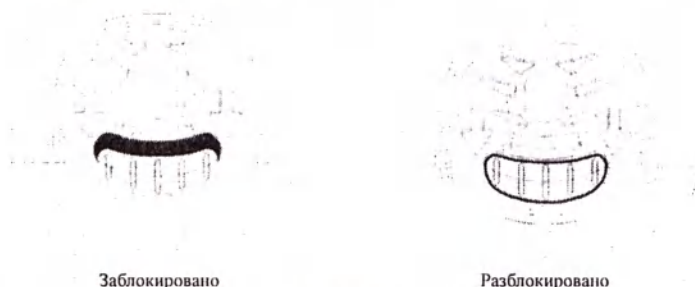

Рисунок 5.
2. Достать устройство из стерильной упаковки и удостовериться, что фиксатор находится в заблокированном положении (рисунок 5).